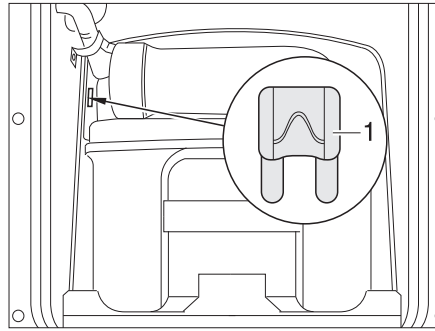
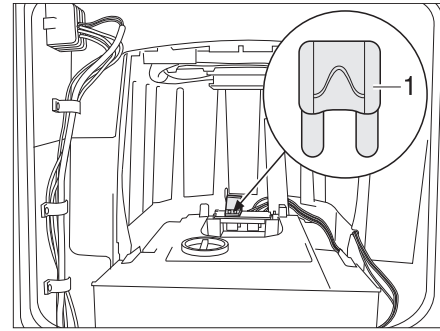

Fig. 202 Fusible del inodoro Thetford
Fig. 203 Fusible del inodoro Thetford (alternativa)
- Cambiar el fusible (Fig. 202,1 ó Fig. 203,1).